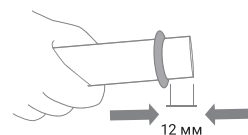

Рис. 12
8. Установите одно уплотнительное кольцо на открытый конец кварцевой трубки, на расстоянии 12 мм от края (рис. 12).